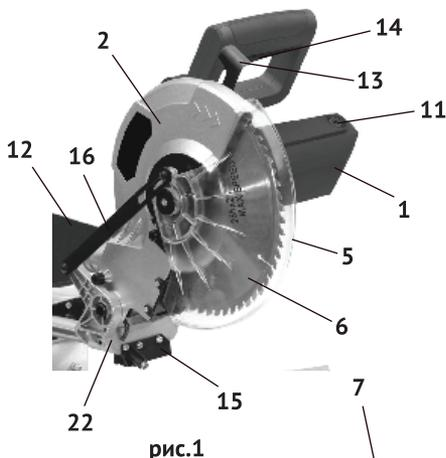
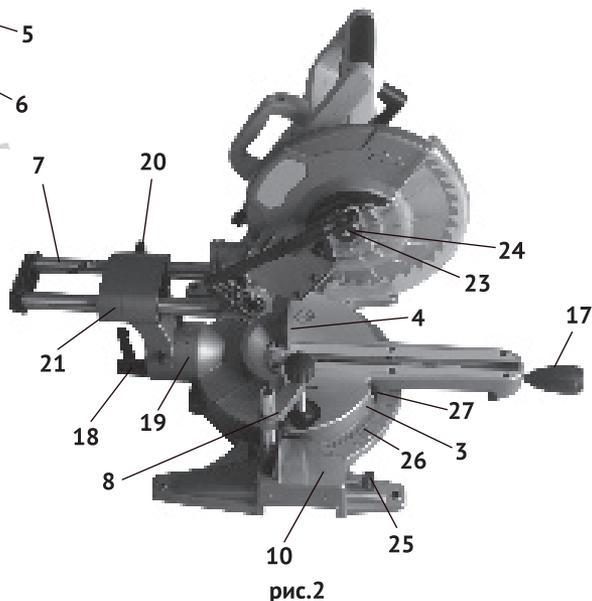

рис.1
рис.2
1.1.2 Основным несущим узлом режущего блока пилы является металлический редуктор, выполненный заодно с верхним защитным кожухом диска (рис.1 поз.2). К редуктору крепится пластиковый корпус двигателя (рис.1 поз.1), с закреплённой на нём рукояткой. Вертикальное перемещение режущего блока для реза обеспечивает суппорт вертикального перемещения (рис.1 поз.22). Возвратная пружина на оси суппорта, возвращает режущий блок в исходное положение. Горизонтальное движение по направляющим (рис.2 поз.7) и отклонение влево от вертикальной оси обеспечивает суппорт наклона и горизонтального перемещения (рис.2 поз.21). Заготовка на рабочем столе может быть повернута на угол от 0 до 45° за счёт поворотного основания. На основной рукоятке пилы расположены: рычаг блокировки защитного кожуха (рис.1 поз.13) и клавиша выключателя (рис.1 поз.14). Конструкция пилы позволяет осуществлять: распиловку материала под заданным углом от 0 до 45° относительно задней кромки заготовки в обе стороны, заданным углом (от 0 до 45°) относительно вертикальной оси влево и продольного пиления при перемещении вдоль направляющих. Крутящий момент с якоря электродвигателя шестернёй передаётся на шпиндель, соосный с двигателем. На шпиндель, между опорным и прижимным (рис.2 поз.24) фланцами крепится пильный диск (рис.1 поз.6). Диск является основным рабочим инструментом для резки выбранных материалов. Пила рассчитана на повторно-кратковременный режим работы (S3) с номинальным периодом времени: работа/перерыв – 15 мин/5 мин.
1.1.3 Металлическая станина (рис.2 поз.10) пилы устанавливается на ровную горизонтальную поверхность. Для крепления пилы на верстаке (рабочем столе) в ножках станины имеются 4-е крепёжных отверстия. При пилении длинных заготовок в станину крепятся 2-е дополнительные опоры (рис.1 поз.9). Распиливаемая заготовка плотно прижимается к параллельному упору (рис.2 поз.4) и крепится к рабочему столу струбциной (рис.2 поз.8).
Для отвода стружки в комплект поставки входит пылесборник (рис.1 поз.12), который крепится к патрубку неподвижного кожуха. К патрубку можно подключить промышленный пылесос.
На суппорте вертикального перемещения (рис.1 поз.22) пилы расположен блок лазера (рис.1 поз.15), подсвечивающий линию реза при пилении.
- разблокировать подвижный защитный кожух рычагом (рис.1 поз.13);
- включение пилы осуществляется нажатием на клавишу выключателя (рис.1 поз.14);
- при установке необходимо, чтобы стрелка направления вращения на диске соответствовала направлению, указанному на неподвижном кожухе (рис.2 поз.1) пилы;
- разблокируйте подвижный защитный кожух (рис.1 поз.5), нажав на рычаг блокировки (рис.1 поз.13). Затем, поднимая вверх подвижный защитный кожух, зафиксируйте его в верхнем положении, используя кулису (рис.1 поз.16). Заблокируйте вращение шпинделя нажатием кнопки стопора, расположенной между корпусом редуктора и корпусом двигателя;
- ключом (входит в комплект поставки) открутите фиксирующий болт (рис.2 поз.23) пильного диска, снимите внешний прижимной фланец (рис.2 поз.24) и пильный диск (рис.1 поз.6);
- для установки угла поворота ослабьте фиксирующую рукоятку (рис.2 поз.17), установите необходимый угол распила, повернув поворотное основание (рис.2 поз.3) в нужную сторону, совместив стрелку-указатель (рис.2 поз.27) с нужным делением шкалы (рис.2 поз.26) и надёжно затяните фиксирующую рукоятку.
- для установки угла наклона необходимо ослабить фиксирующую рукоятку (рис.2 поз.18), установить необходимый угол распила по шкале (рис.2 поз.19) и надёжно затянуть фиксирующую рукоятку.
- пила обладает возможностью продольного движения режущего блока в процессе распиливания по двум трубчатым направляющим (рис.2 поз.7);
- для установки возможности продольного движения режущего блока необходимо ослабить фиксирующий винт (рис.2 поз.20).
- для прямого распила заготовки установите углы наклона режущего блока и поворота пильного стола в положение 0 и затяните фиксирующую рукоятку продольного движения режущего блока. Прижмите заготовку к параллельному упору (рис.2 поз.4) пильного стола. Затем, включив пилу (выполняя действия п.3.1), дождитесь, пока пила наберёт максимальные обороты, и плавно опуская режущий блок, разрежьте заготовку за один распил;
- данная модель пилы обладает возможностью продольного пиления методом движения режущего блока по двум горизонтальным направляющим, что особенно удобно при работе с широкими заготовками. Для выполнения продольного реза ослабьте винт-фиксатор (рис.2 поз.20) продольного движения режущего блока. Прижмите заготовку к упору пильного стола. Затем, включив пилу (выполняя действия п.3.1), дождитесь, пока пила наберёт максимальные обороты, и плавно погружая в заготовку режущий
- во время работы для эффективного отвода пыли из зоны пиления подключите пылесос или установите штатный пылесборник (рис.1 поз.12).
- для замены щёток необходимо открутить крышки щёткодержателей (рис.1 поз.11) на корпусе двигателя (рис.1 поз.1). Щётки следует заменять парой для обеспечения равной степени их давления на коллектор якоря;
- для облегчения транспортировки пилу следует сложить в транспортировочное состояние. Для этого следует полностью опустить режущий блок пилы и зафиксировать его в нижнем положении с помощью стопорной шпильки. Закрепите поворотное основание с помощью рукоятки-фиксатора (рис.2 поз.17).